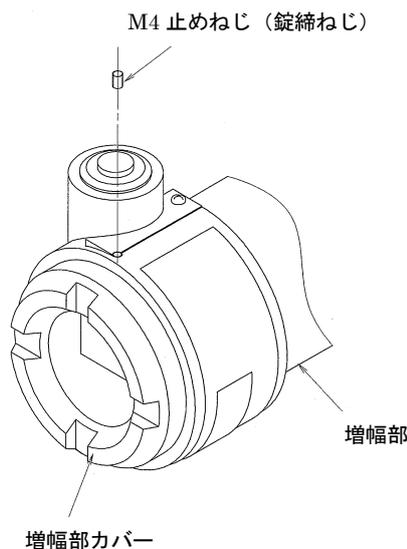
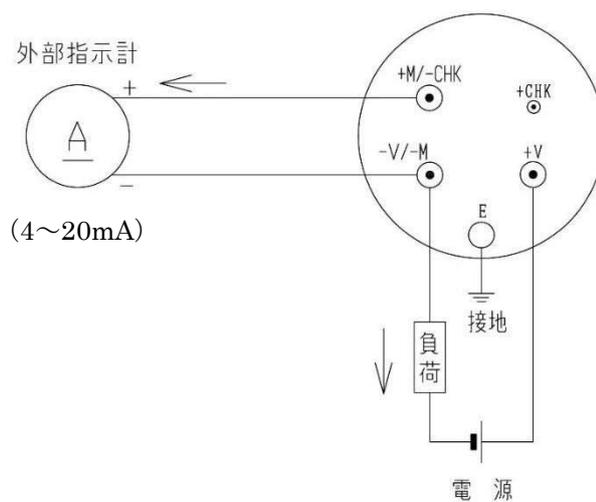

図5-4 錠締
図5-9 端子配列
- ・危険場所では通電中に増幅部カバーを開けないでください。また、増幅部カバーが容易に開かないよう、図5-4に示す、回転防止用のM4止ねじ（錠締めねじ）で増幅部カバーを固定してください。
部に 2 本以上の電線がありますとカバーが完全に閉まらない恐れがあります。（図 5-4 を参照してください）
配線完了後、カバーを元どおり取り付けます。カバーには位置決め用のピンが取り付けられています。このピンを端子盤の位置決め穴に合わせてからカバーをねじ込んでください。カバー締付け後、錠締ねじで錠締をしてください。防爆仕様の場合は、必ず錠締をしてください。防爆性能が損なわれます。（図 5-4、5-6 を参照してください）
- (1) 増幅部カバーを取り外します。防爆仕様伝送器では図5-4に示す止めねじによる増幅部カバーのロックを解除してから増幅部カバーを取り外してください。
- (2) 配線接続口の止め栓を取り外します。
- (3) 指示計接続端子+M, -M に対して、図5-9のように配線してください。